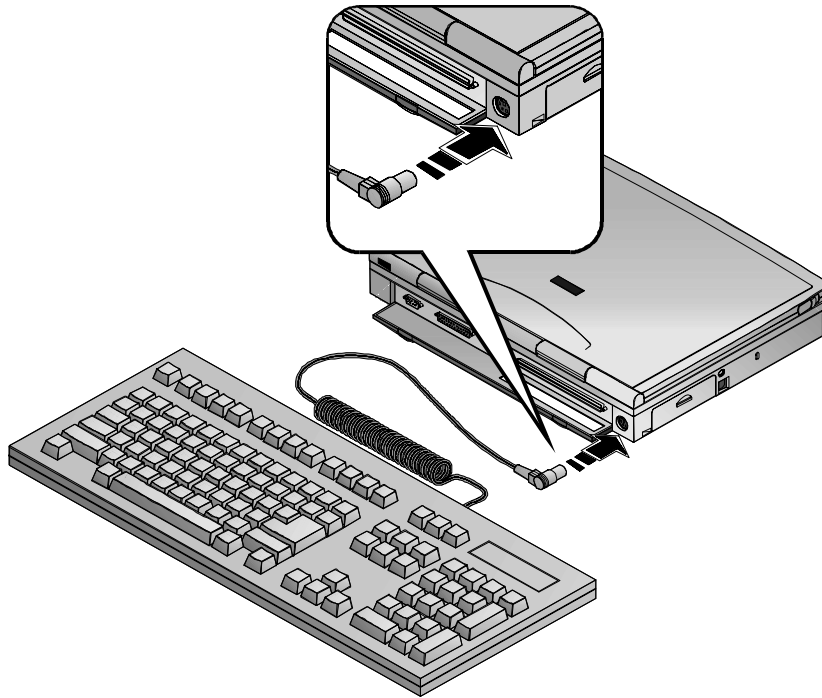

Figura 4-4: Collegamento di una tastiera esterna
2. Collegare la tastiera alla porta PS/2 del notebook (figura 4-4).